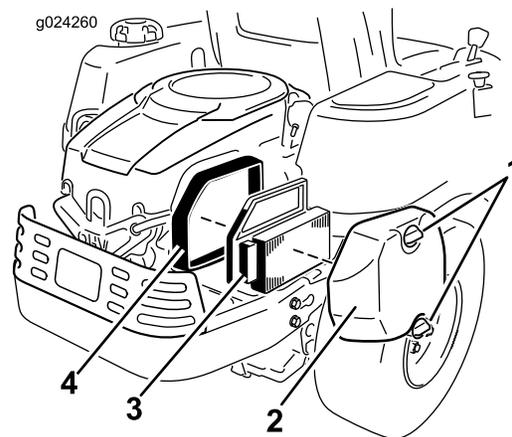

Figure 34
1. Déposez le couvercle du filtre à air (Figure 34).
2. Sortez l'élément du filtre à air avec le joint en caoutchouc intégré (Figure 34).
5. Installez l'élément en papier, côté plissé à l'extérieur, et engagez le joint en caoutchouc sur les bords de la base du filtre à air (Figure 34).
6. Reposez le couvercle du filtre à air et fixez-le à l'aide des 2 boutons (Figure 34).